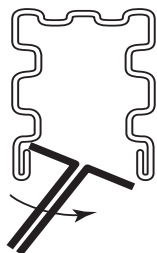
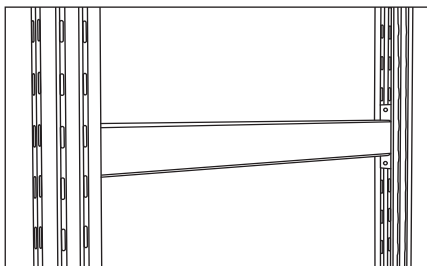

Рис. 3. Установка поперечин в стойку
Рис. 5. Поперечина с двумя стойками
1. Установите поперечины в стойки. Возьмите стойку и вставьте поперечину в первый паз от загнутого края стойки (рис. 3 и 4), аналогичным образом вставьте поперечину во вторую стойку (рис. 5). Количество поперечин и высота их установки зависит от комплектации стеллажа (см. стр. 17).